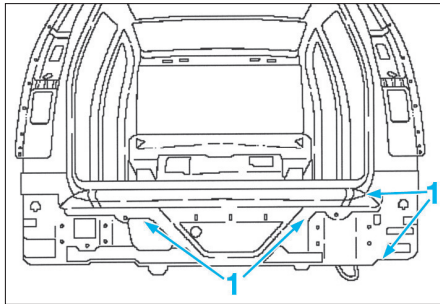

FIG. 66
- Reposer la jupe et la fixer avec des rivets étanches dans la zone (1) par 11 rivets (Fig. 66).